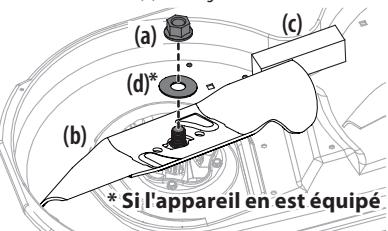

Figure 43
2. Utilisez une clé de 15/16 po pour retenir l'écrou sur le haut de la fusée, puis desserrez l'écrou hexagonal (a) et la rondelle (d)\* qui fixent la lame (b). Pour desserrer plus facilement l'écrou hexagonal (a) et la rondelle (d)\* qui fixent la lame, placez un petit bloc de bois (c) entre le plateau de coupe et le tranchant de la lame (b). Voir Figure 43.
3. Lorsque vous réinstallez la lame, assurez-vous de suivre les étapes ci-dessous (voir Figure 43) :